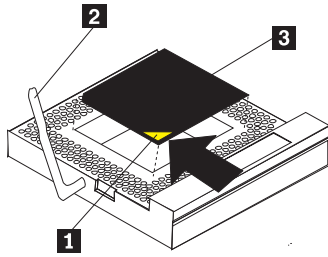

図 70. マイクロプロセッサの位置合わせ
- c. マイクロプロセッサの中央を、上からマイクロプロセッサ・コネクタの中央に合わせます。これは、マイクロプロセッサのコーナーにある金色の位置合わせ矢印を、コネクタのカットアウト矢印に合わせて行います。92 ページの図 70 を参照してください。